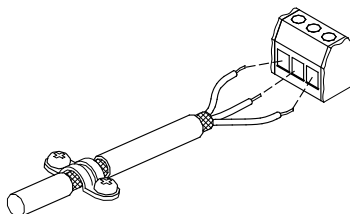

Fig. 9 Afisoleret kabel med skærm og ledningsforbindelser
- Forbind kablernes skærm til stel i begge ender med god forbindelse. Skærmene skal være så tæt som muligt på klemmerne. Se fig. 9.